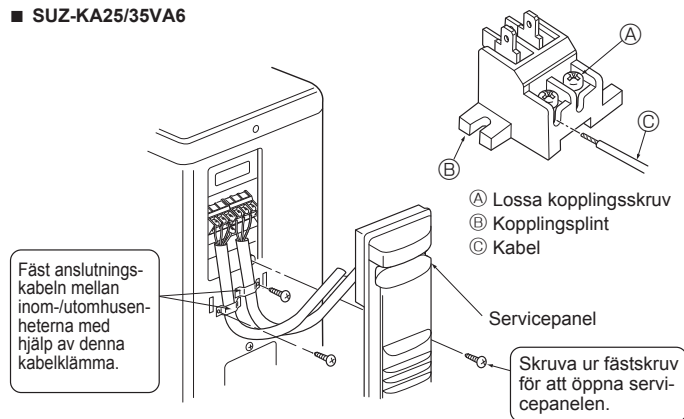
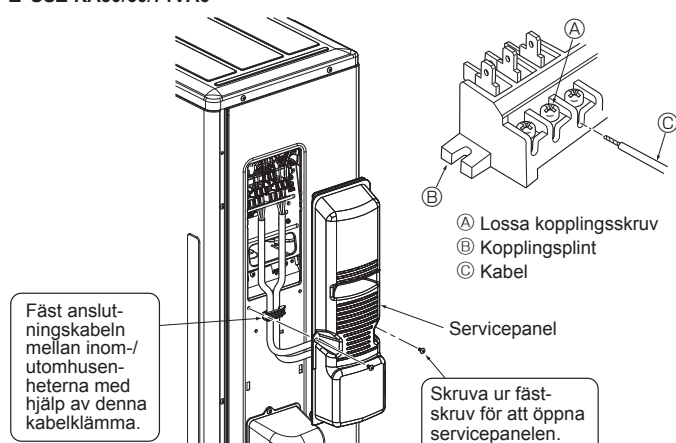

Fig. 6-3
Fig. 6-4
6.1. Utomhusenhet (Fig. 6-1, Fig. 6-2, Fig. 6-3, Fig. 6-4)
- ① Ta bort servicepanelen.
- ② Anslut kablar med hänvisning till Fig. 6-1, Fig. 6-2, Fig. 6-3 och Fig. 6-4.